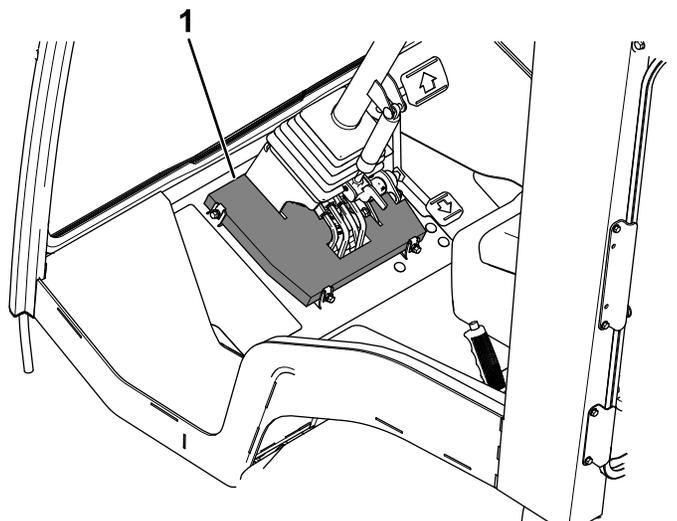

Bild 4
4. Montieren Sie die obere Lenkungsabdeckung (Bild 4).